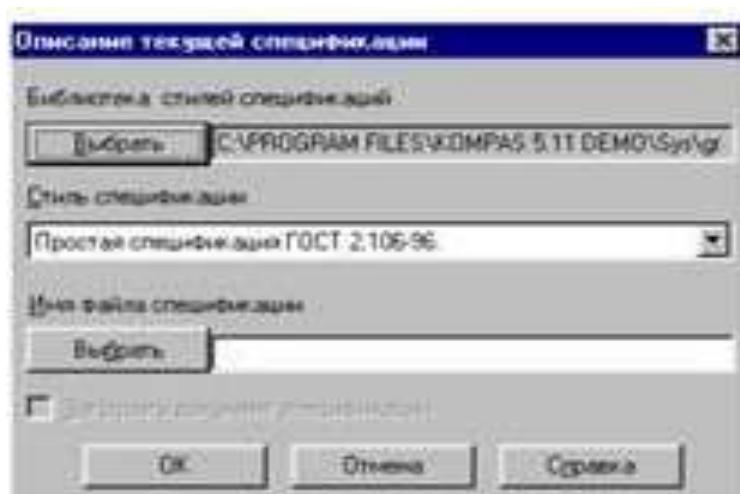

Рисунок 11.2– Описание текущей спецификации
3. В диалоговом окне Описание текущей спецификации убедитесь, что в качестве текущего стиля установлен стиль **Простая спецификация** ГОСТ 2-106.96 (рисунок 11.2).